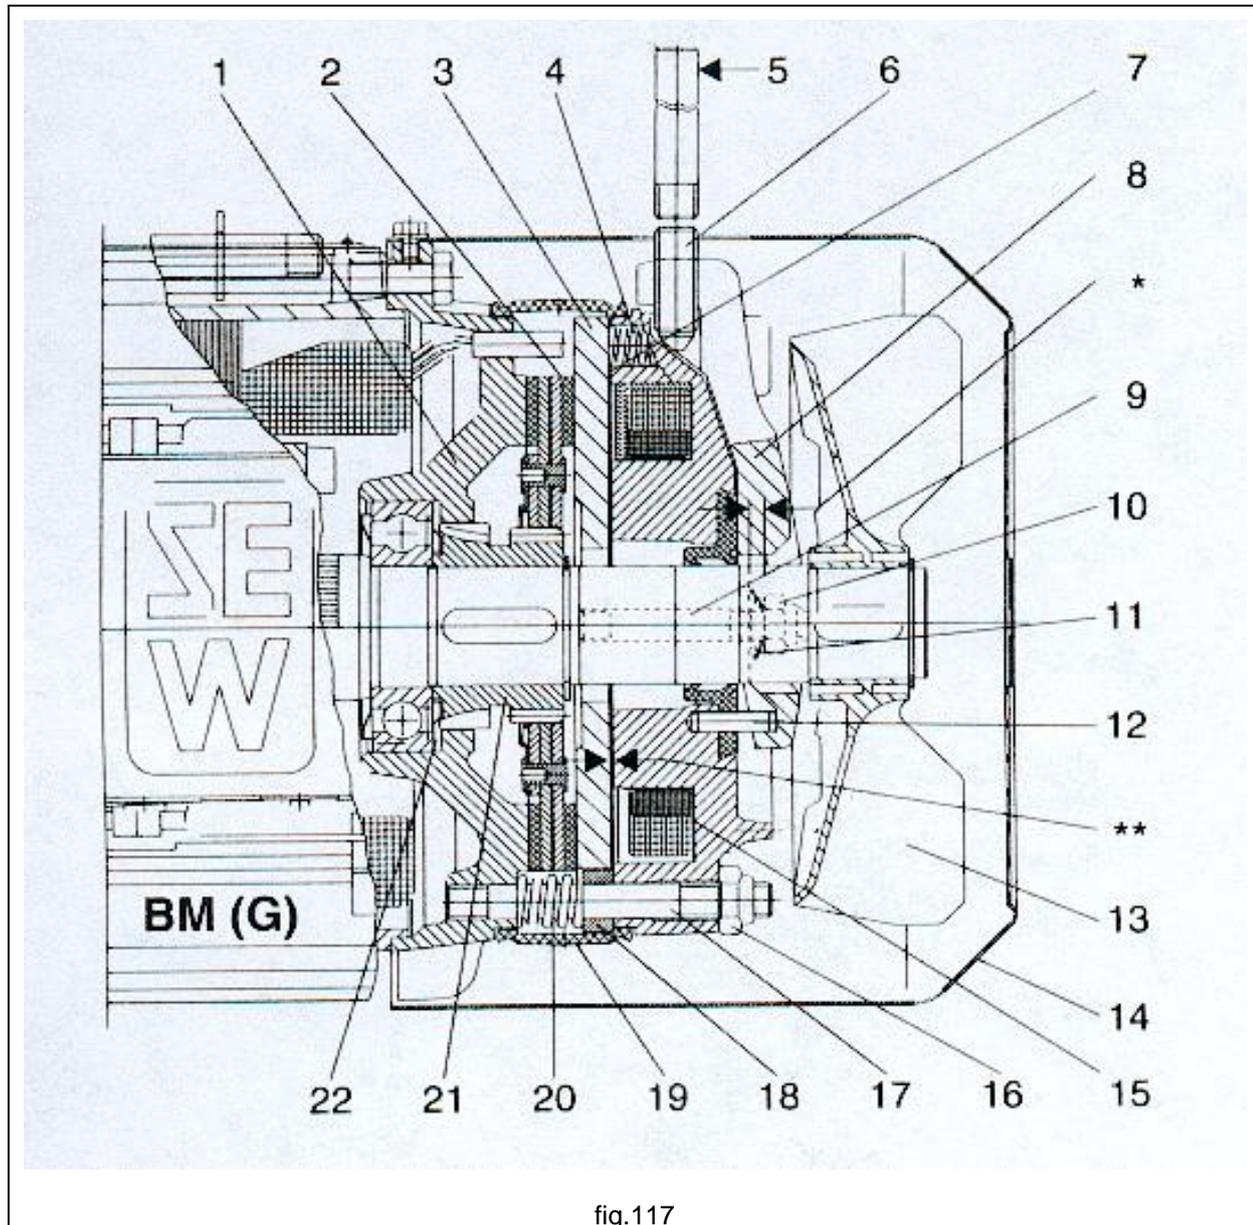

fig.117
- Lorsque l'entrefer dépasse la valeur maximale indiquée (fig.117), le frein doit être réglé selon la procédure suivante :
- Le couple de freinage peut être modifié, en montant différentes quantités et types de ressorts, comme décrit ci-dessous (fig.117) :